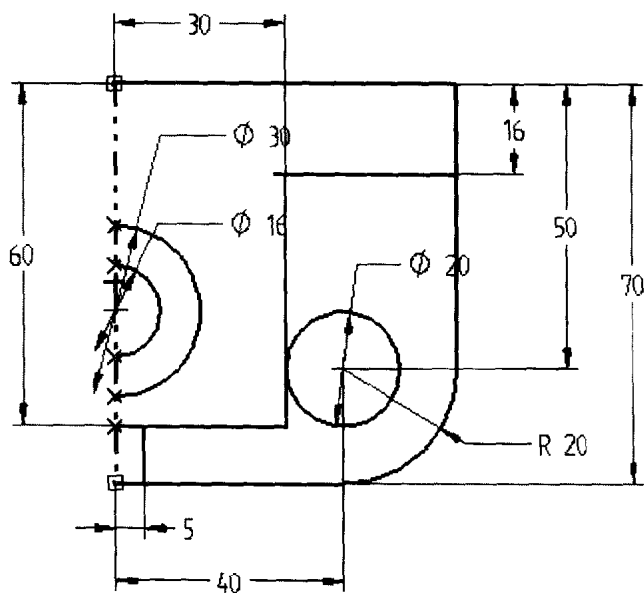

图 1-25
5. 利用智能尺寸标注命令 、几何元素间的尺寸标注命令  作尺寸约束 (如图 1-25 所示)。